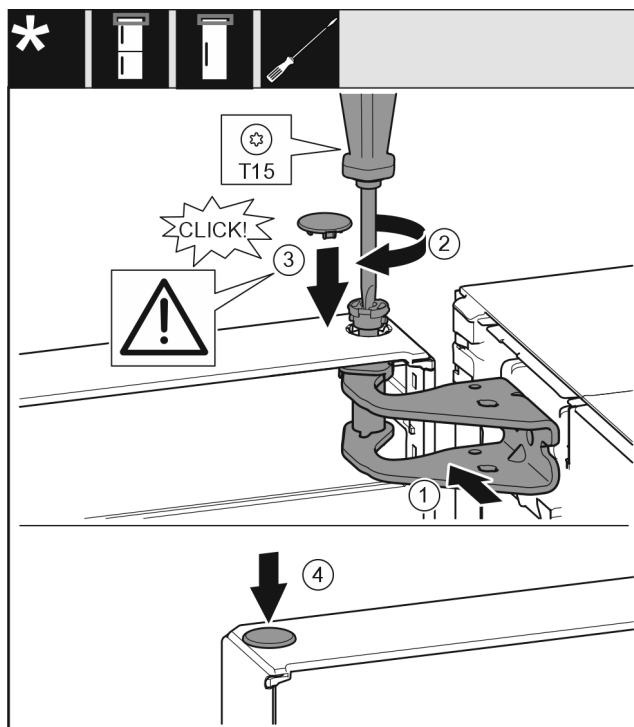

Fig. 26
- ▶ Deur boven uitlijnen op de opening in de lagerbus. Fig. 26 (1)
- ▶ Bouten Fig. 26 (2) insteken en met een schroevendraaier vastschroeven.
- ▶ Beveiligingsafdekking Fig. 26 (3) voor de borging van de deur monteren: Beveiligingsafdekking plaatsen en controleren of deze tegen de deur ligt. Anders de bouten volledig insteken.
- ▶ Plug Fig. 26 (4) insteken.